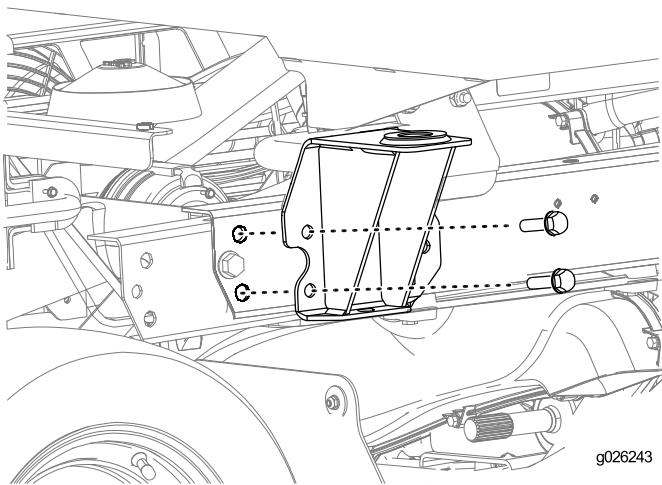

Figura 21
1. Instale los soportes traseros en la máquina, según se muestra en Figura 21, usando las fijaciones retiradas del ROPS en Retirada del conjunto del ROPS \(página 6\).